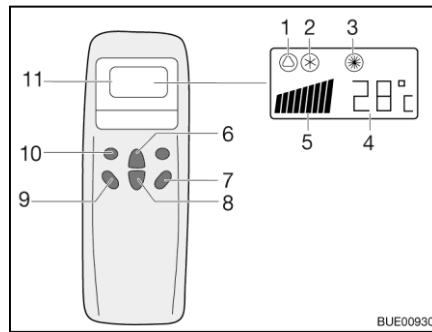
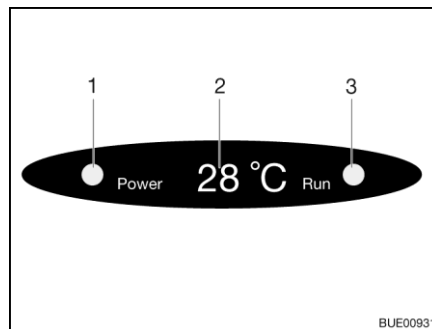

Bild 154 Fjärrstyrning
Bild 155 Diffusörens display
- Tryck på knappen "ON/OFF" (Bild 154,7).
- Tryck så många gånger på knappen "Mode" (Bild 154,10) tills önskad driftsläget (Bild 154,1, 2 eller 3) visas på displayen. Motsvarande kontrollampa tänds på diffusörens display (Bild 155,3).
- Ställ in önskad temperatur med knappen Temperaturökning (Bild 154,6) eller Temperatursänkning (Bild 154,8).
- Med knappen Fläktvarvtal (Bild 154,9) väljs önskad fläktkapacitet.